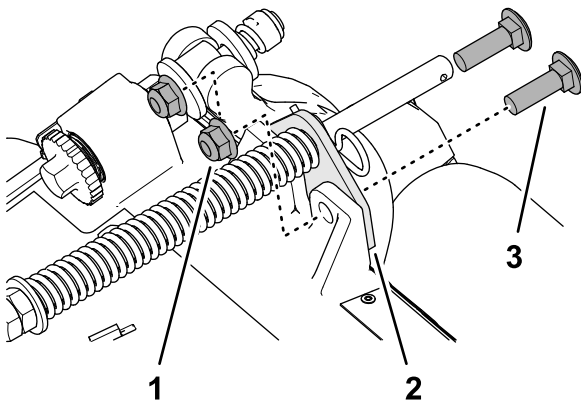

Figura 7
2. Remova as duas porcas de fixação flangeadas (3/8 pol.) e dois parafusos de carroçaria (3/8 x 1-1/4 pol.) que fixam o suporte-compensador da relva à estrutura da unidade de corte (Figura 7).